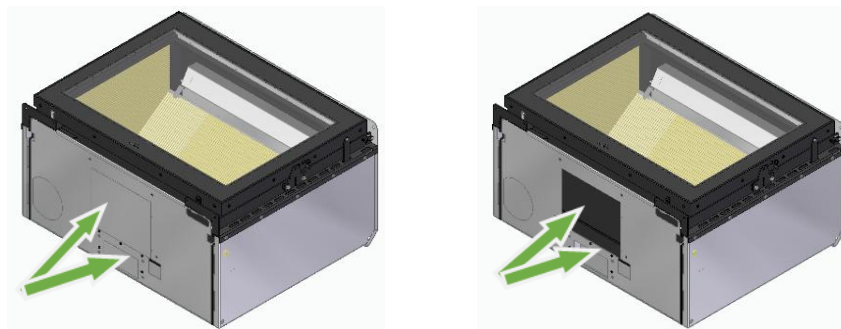

Figura 46 – Desmontaje del kit de ventilación
a. En estos modelos, el kit de ventilación se coloca debajo de la unidad. Para acoplar el kit de ventilación opcional, primero debe romper las microjuntas de la parte inferior con un martillo para poder acoplar el ventilador y los accesorios del kit de ventilación, véase la Figura 46.